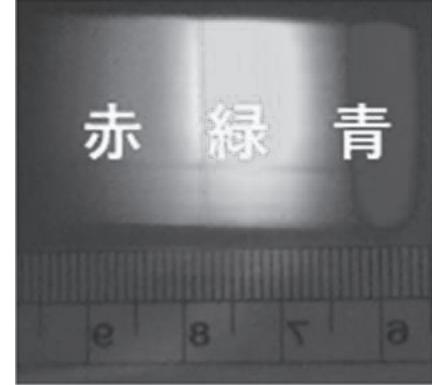
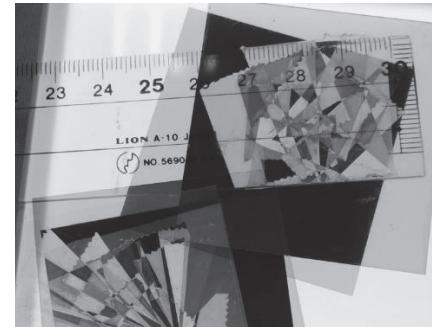
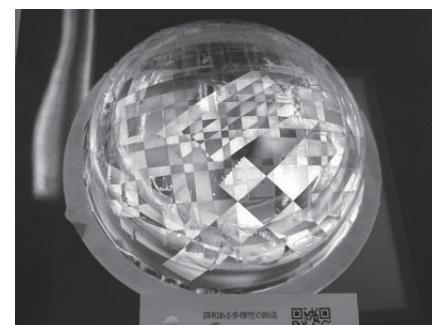

図1 分光器で白く光る電球を観察した様子
図2 偏光板とセロハンテープで作るステンドグラス
図3 3次元(立体的)なステンドグラス作成例
- (1)蛍光灯、白熱球、LEDなどの色々な光を簡易分光器を使って観察します。
- (2)同じ色に見える光でも、種類によって元々の光が違うことを確かめます（図1）。
- (3)蛍光灯、白熱球、LEDそれぞれの光に手を近づけてみましょう。
- (4)偏光板とセロハンテープで色の変化するステンドグラスを作ってみましょう（図2、図3）。
- (5)分光シート（透過型回折格子）を使って光（蛍光灯や電球、LED）を観察してみましょう。
- (6)光の性質、偏光について体験から学びましょう。